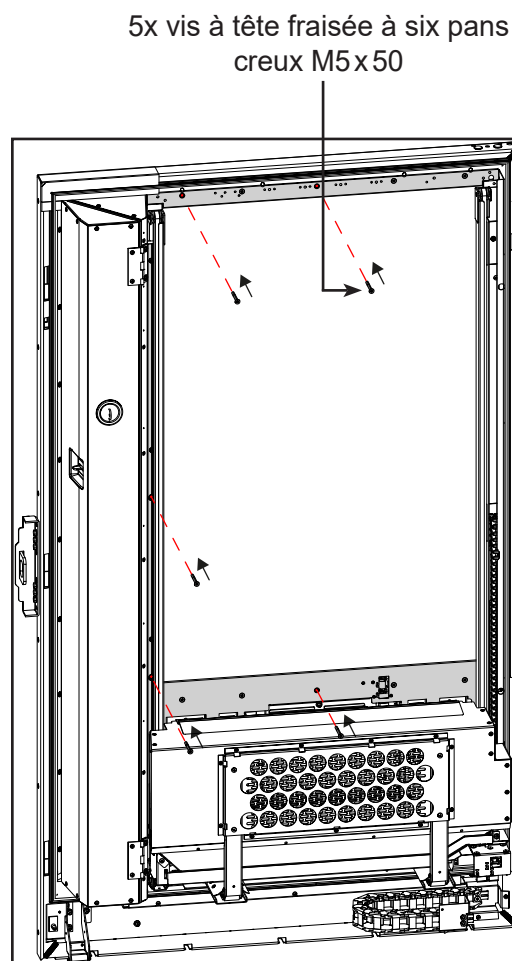

Fig. 37
2. Poser les 5 vis à tête fraisée à six pans creux M5x50 (fig. 37).